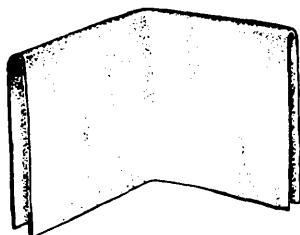

Fig. 2
- \_\_\_a Doble un paño liso y limpio en cuatro o más partes iguales (fig. 2).